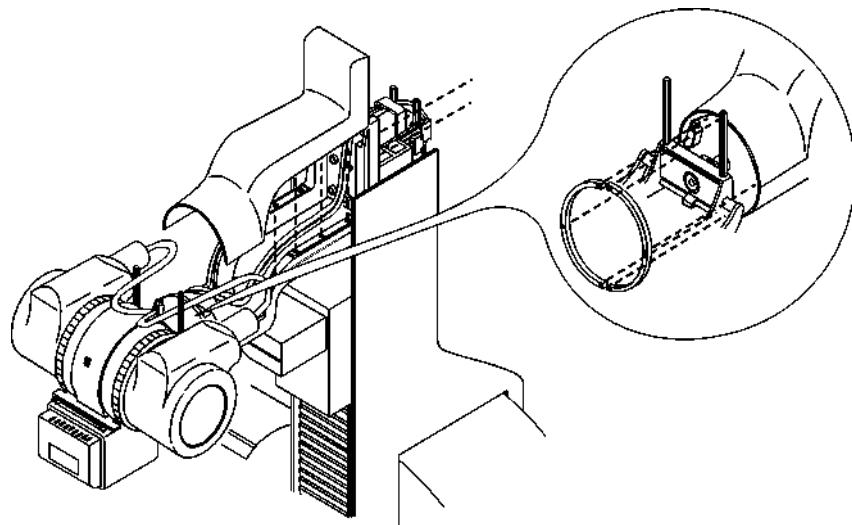
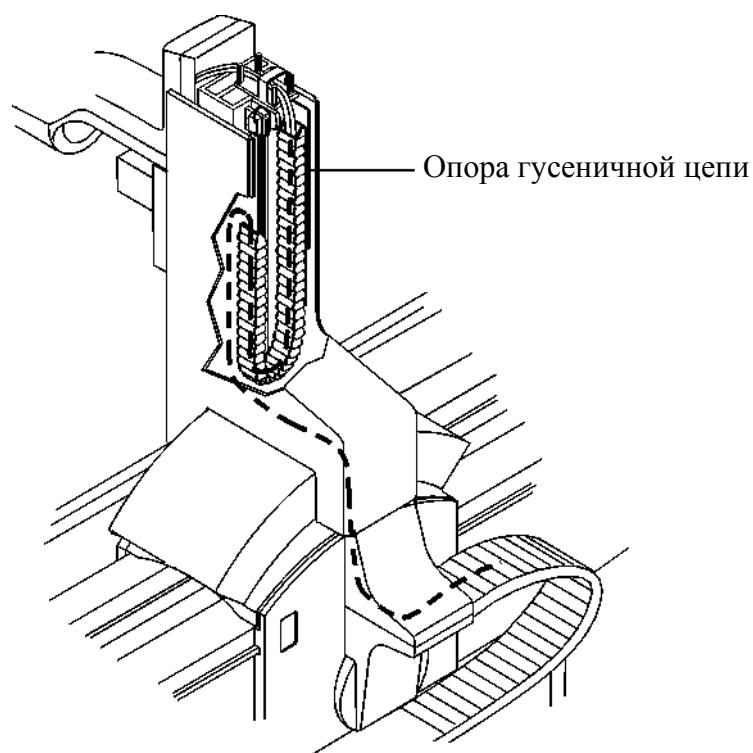

Рис.3-19.
Рис.3-20
5. Как только размещение кабелей внутри кронштейна рентген трубы завершено и проверено его функционирование при вращении рентгеновской трубы, переходите к монтированию верхнего кожуха кронштейна (Рис.3-19 - 4 винта заранее установлены на штативе + 8 винтов на кронштейне). Для завершения этой операции необходимо включить команду с панели управления ЭСУ - для увеличения расстояния - фокус/приёмник, убрать справа гусеничную цепь и ее опору (Рис.3-20) получая доступ к фиксирующим винтам на колонне.
6. Скрепите верхний кожух кронштейна трубы с самим кронштейном двумя передними полукольцами (Рис.3-19).
8. Закройте и установите обратно гусеничную цепь на ее опоры, а затем на колонну, кабели должны выходить из неё с левой стороны и быть проложены позади гусеничной цепи (Рис.3-20).